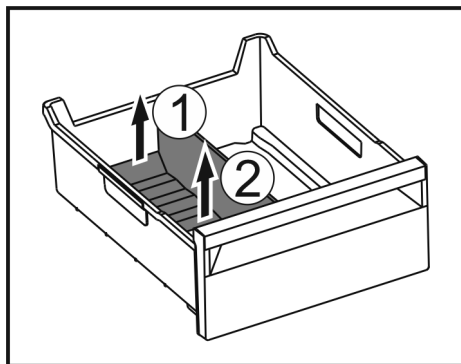

Fig. 127
- Soulever la partie arrière du séparateur de congélateur. Fig. 127 (1)
- Retirer le séparateur de congélateur par le haut. Fig. 127 (2)